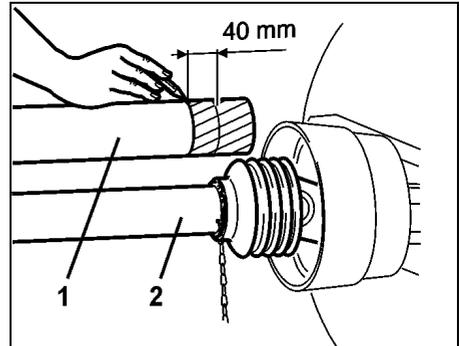

Fig. 21
- Gelenkwellenhälften (Fig. 21/1) und (Fig. 21/2) in kürzester und längster Betriebsstellung nebeneinander halten und die **Schiebeprofilüberdeckung** prüfen.